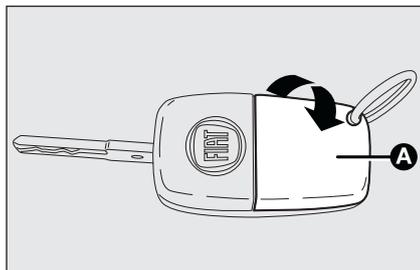

fig. 7
- ouvrir le volet **A-fig. 7** fixé à pression en agissant dans le sens indiqué par la flèche